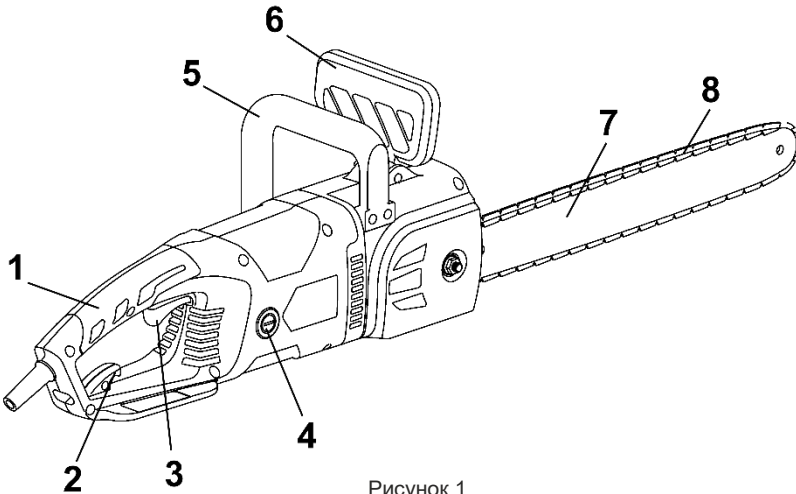

Рисунок 1
корпусу з органами управління та захисту (1,3,5,6); пиляльної гарнітури у складі шини (7), пиляльного ланцюга (8) з системою натягування та автоматичного змащування ланцюга; однофазного колекторного двигуна з подвійною ізоляцією, який встановлений по «подовжній» схемі – вісь двигуна паралельна вісі виробу, при цьому рух на приводну шестерню ланцюга передається під кутом 90° через конічний редуктор; системи зчеплення з відцентровою муфтою та гальмами, – згідно рис. 1.
**Пиляльна гарнітура** - консольного типу, складається з напрямної шини (7), пиляльного ланцюга (8), які під'єднані до двигуна через систему зчеплення та до систем натягування і змащування ланцюга. Зчеплення виконане як інерційна муфта на валу двигуна, у якій зовнішня приводна шестерня рухає пиляльний ланцюг. Конструкція муфти передбачає передачу руху на ланцюг після досягнення робочих обертів двигуна. Змащення направляючого паза шини в процесі роботи - безперервне, автоматичне, за допомогою насоса. Насос і мастильний бачок для змащення ланцюга розташовані в корпусі двигуна. Натягування ланцюга забезпечується регулюванням положення направляючої шини ланцюга відносно приводної шестерні (розташована під кришкою кріплення шини).
**Гальмо пиляльного ланцюга.** Гальмування ланцюга забезпечує безпеку користування пристроєм під час роботи і спрацьовує вручну при натисканні лівою рукою переднього важеля гальма в бік пиляльної гарнітури, або автоматично при виникненні ривка пили за рахунок дії інерції мас на цей же захисний пристрій. Ланцюг при спрацьовуванні гальма зупиняється миттєво. Гальмівне зусилля створюється тертям гальмівної стрічки по зовнішній поверхні гальмівного барабана. Одночасно додатковий вимикач розриває електричний ланцюг живлення електродвигуна. Для відключення механічного гальма необхідно повернути захисний пристрій (6), або щиток гальма ланцюга в початкове положення.